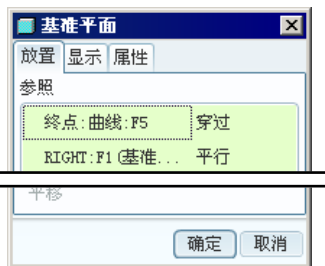

图 6.2.18 “基准平面”对话框
(1) 创建基准平面 DTM1，使其平行于 RIGHT 基准平面并且过基准曲线 1 的顶点，对话框如图 6.2.18 所示。